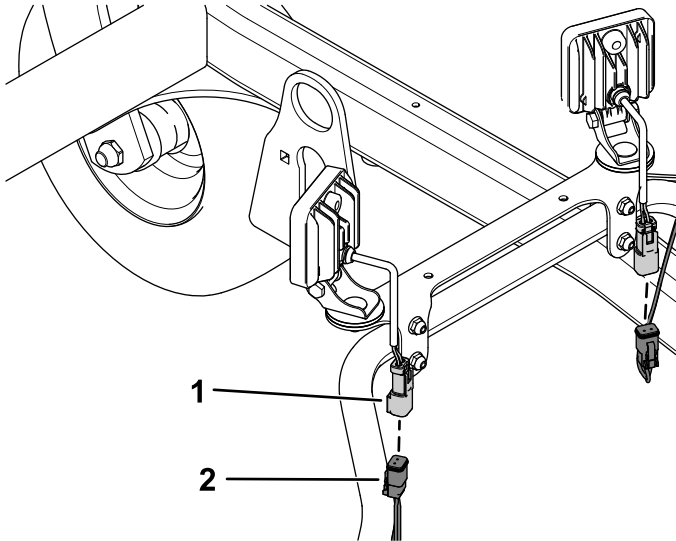

Figura 3
1. Ligue os dois conectores na frente da máquina às luzes LED (Figura 3).